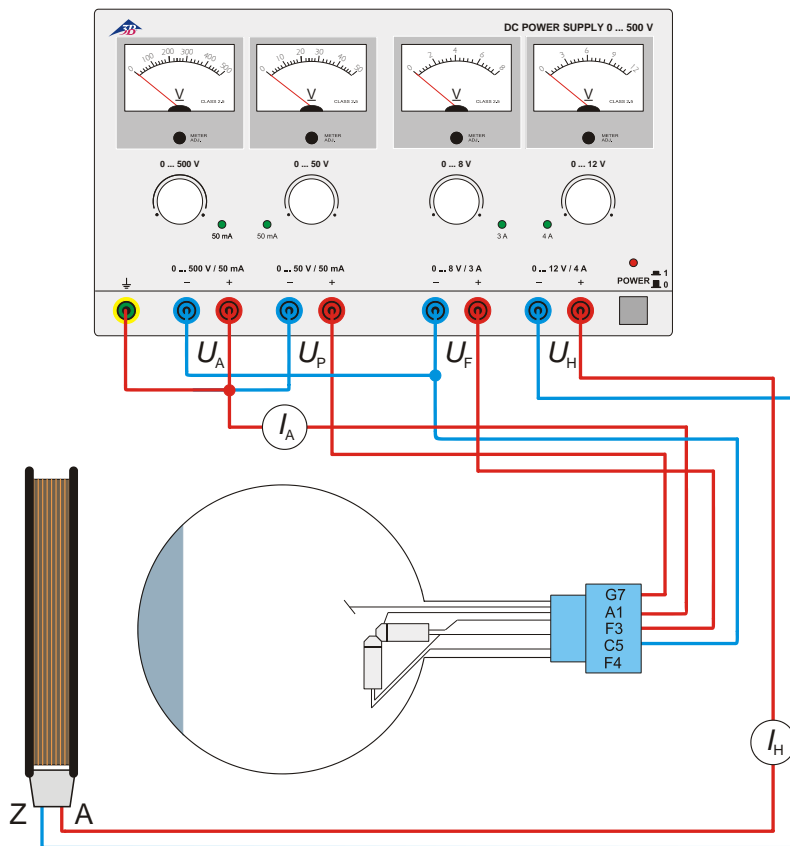

Fig. 5 El efecto de un campo magnético axial
- Realice el cableado del tubo de acuerdo con la Fig. 5.